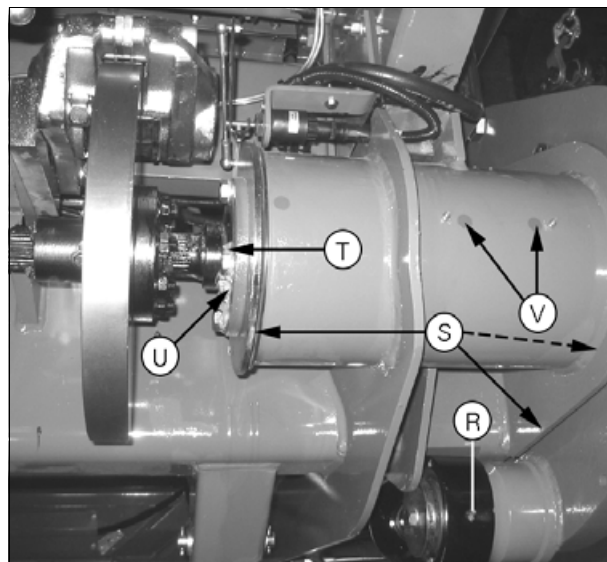

Рис. 9.
- Во время сборки наденьте уплотнительные кольца (S) *рис. 9* на цилиндр. После затягивания всех болтов протолкните уплотнительные кольца в канавку.
- Затяните болты (P) моментом 1220 Nm (предварительно нанесите на болты герметик Loctite 270). Помните, что эффективнее использовать затягивание с приложением большого момента, когда кронштейн конечного привода, предварительно установленный на штатное место, укреплен на передней оси.